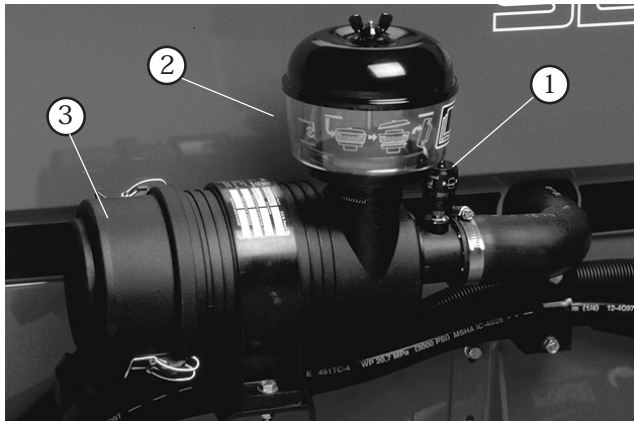

図 46
- 蝶ねじを外し、プレクリーナのボウルからカバーを取り外す(図46)。
- ラッチを外し、エア・クリーナのボディーからカバーを外す(図46)。フィルタを外す前に、低圧のエア (2.8 kg/cm²、異物を含まない乾燥した空気) で、1次フィルタとボディーとの間に溜まっている大きなゴミを取り除く。高圧のエアは使用しない。異物がフィルタを通してエンジン部へ吹き込まれる恐れがある。このエア洗浄により、1次フィルタを外した時にホコリが舞い上がってエンジン部へ入り込むのを防止することができる。
- インジケータ(図46)が赤になっていればリセットしておく。